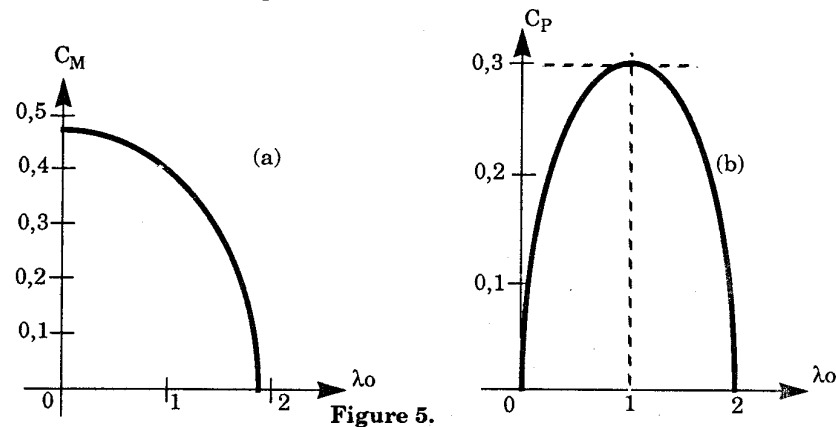

Figure 5.
Une éolienne de pompage est une éolienne dite lente. Pour ces machines λ_0 est faible (compris entre 1 et 3) ; le nombre de pales est élevé ($p = 6$ à 24). On appelle D le diamètre de l'hélice. Pour un prototype de ces machines on donne les résultats de la figure 5.
- a) Commenter le graphe a de la figure 5.